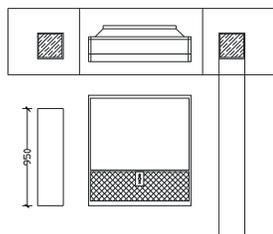
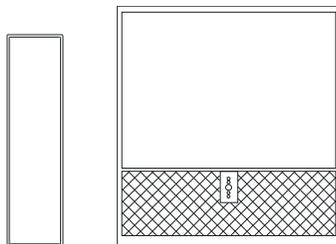

图 2-2-19
图 2-2-20
**STEP 15** 使用偏移命令 OFFSET 将绘制的直线向上偏移 950，并使用修剪命令 TRIM 剪掉辅助线，如图 2-2-19 所示。
**STEP 16** 使用偏移命令 OFFSET 将如图 2-2-19 所示的矩形四边分别向内偏 10，再使用圆角命令 FILLET (F) 将其进行圆角，如图 2-2-20 所示。
一直重复上述步骤，将所有角都倒成圆角，如图 2-2-20 所示。
**STEP 17** 使用偏移命令 OFFSET 将如图 2-2-20 所示的音箱最顶上的直线分别依次向下偏移 30、270，再将其最左边的直线向右偏移 20，将最右边的直线向左偏移 20，如图 2-2-21 所示。